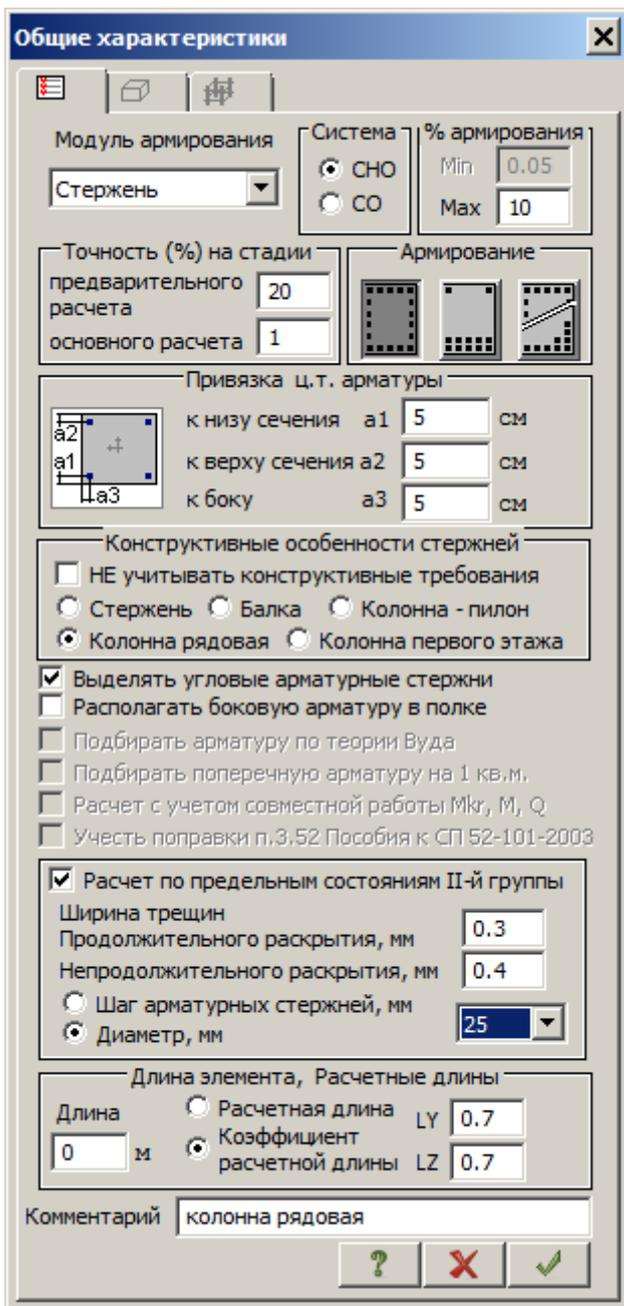

Рис.6.33. Диалоговое окно **Общие характеристики**
- На экран выводится диалоговое окно **Общие характеристики** (рис.6.33), в котором задайте следующие параметры для колонн: